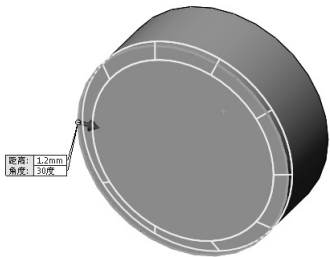

图 4-73 预览螺栓头部基本模型倒角
- [4] 预览螺栓头部基本模型倒角，如图 4-73 所示。